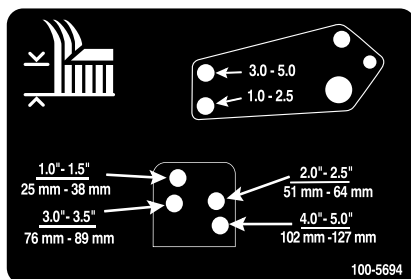

**Figura 27**
- Retire os contrapinos tipo grampo e os pinos de segurança que fixam os elementos de ligação do amortecedor aos suportes da plataforma do cortador (Figura 27).